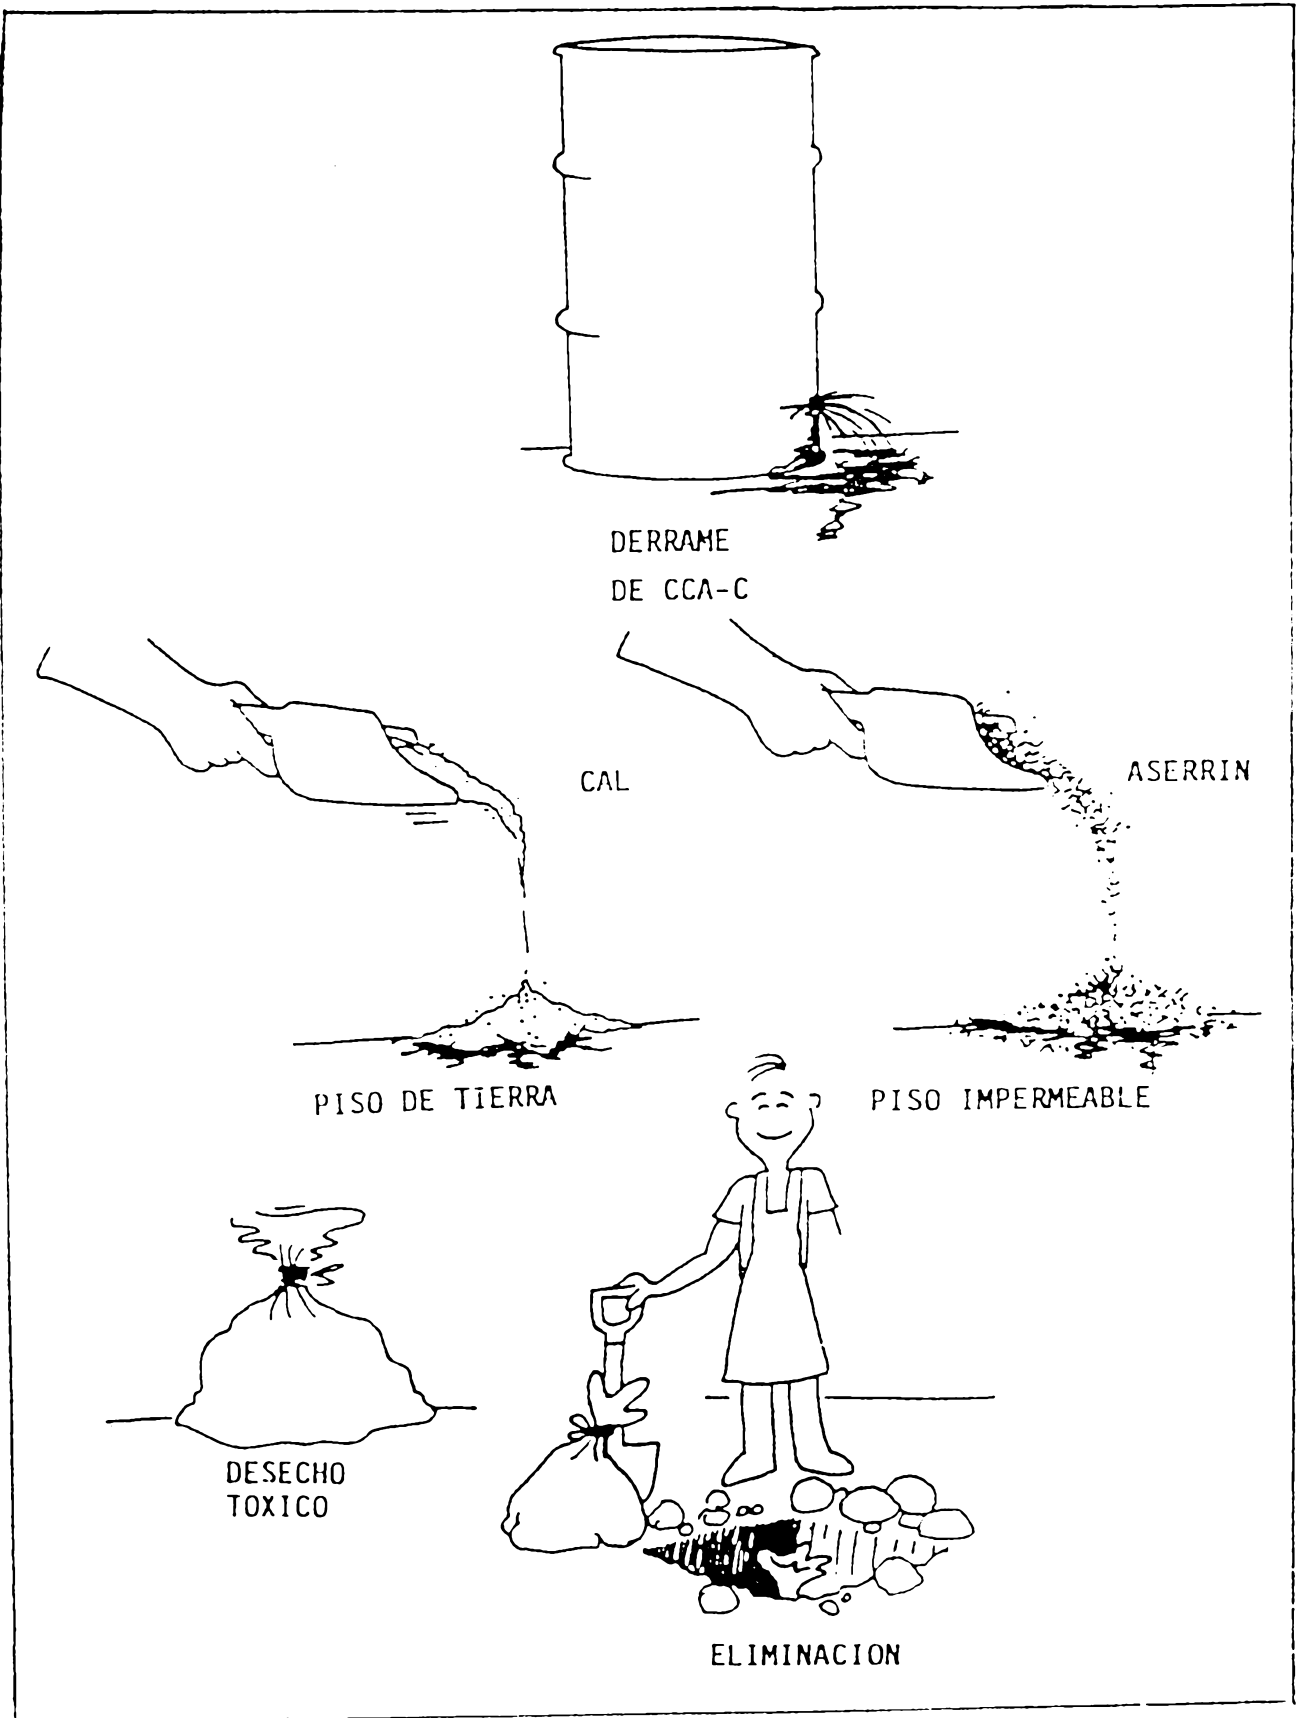

FIG. 13
- En caso de derrame sobre piso de tierra debe inmediatamente neutralizarse el derrame con cal. Neutralizado el producto debe recogerse cuidadosamente y ser eliminado en bolsas plásticas, enterrándolo a una profundidad de por lo menos 1 metro, en lugares aislados y lejos de zonas de cultivo, pastura de animales, lagunas y/o cursos de agua (FIG. 13). Es recomendable marcar el lugar de entierro de los desechos tóxicos.